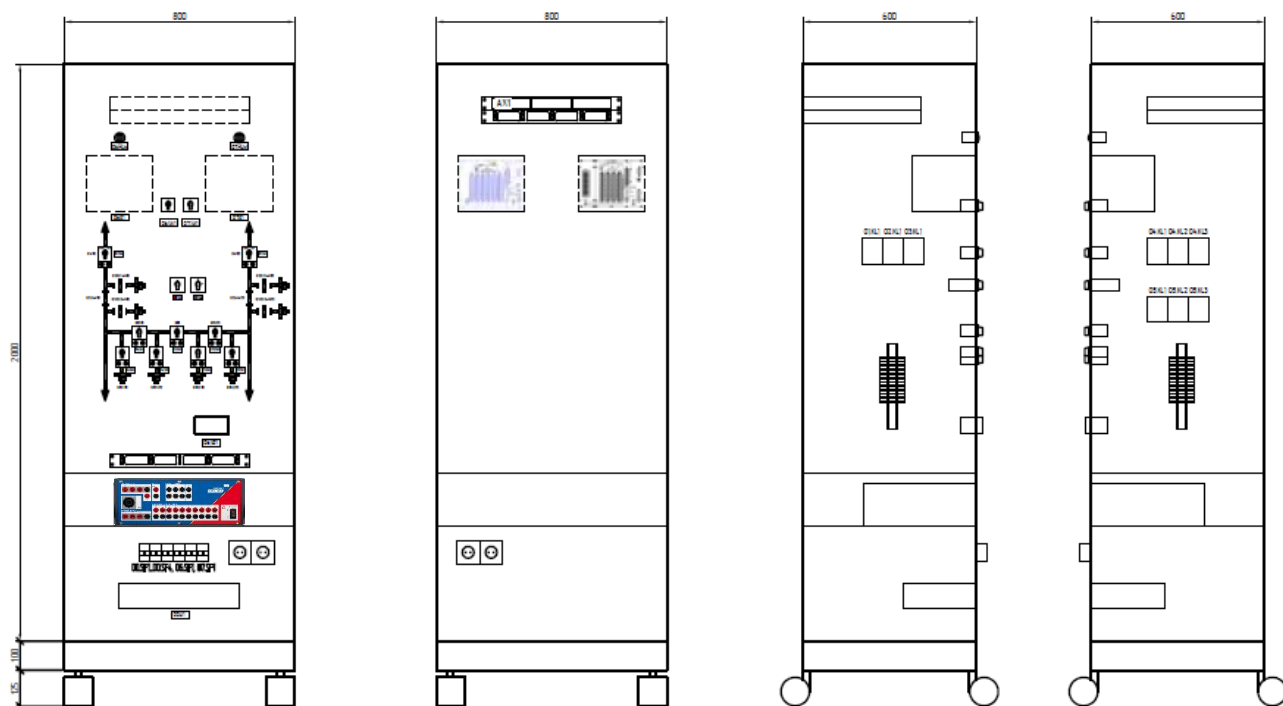

Рисунок 7. Панель физической модели присоединения секционного выключателя.
- Панель физической модели присоединения секционного выключателя (рис. 7);